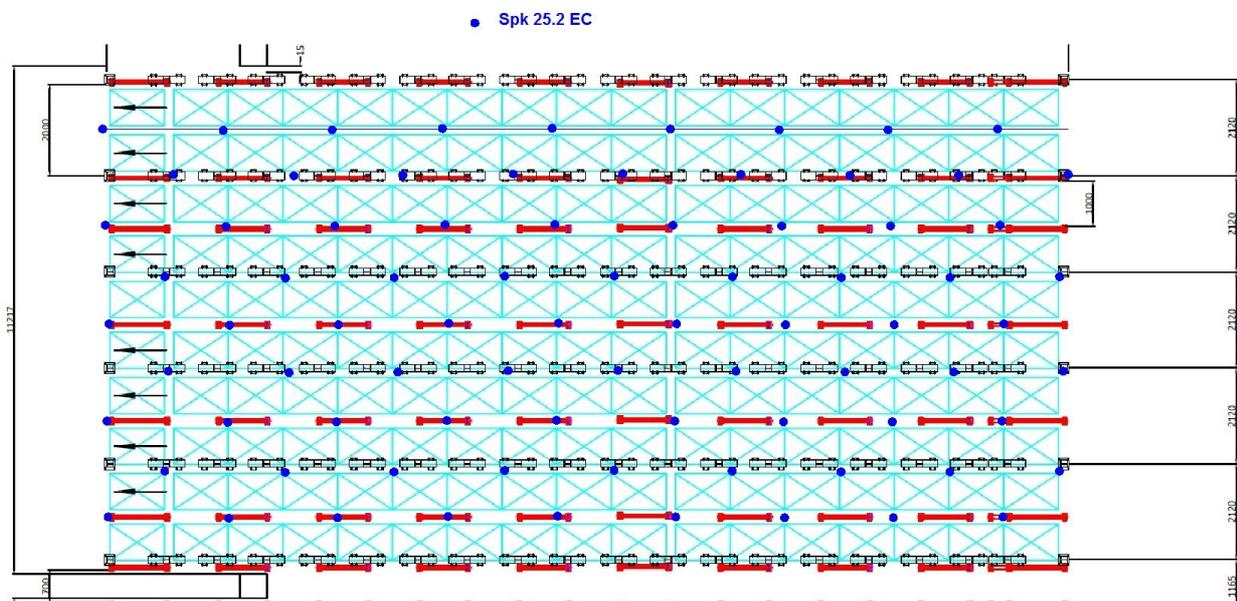

Figure 3 : position des sprinklers à chaque niveau de stockage
- 3.5.7. Les sprinklers doivent être installés en quinconce horizontalement. Voir Figures 3 et 4.